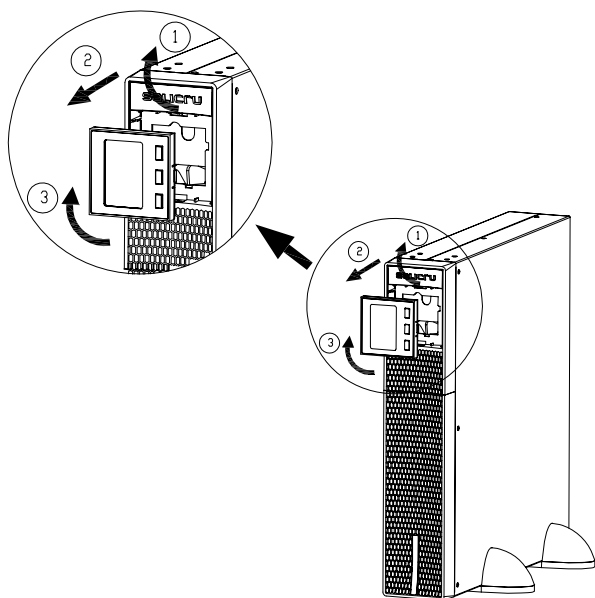

Fig. 9. Rotation du panneau de commande avec écran LCD sur la garniture avant en plastique.
Branchez le connecteur de l'une des extrémités du tuyau au connecteur correspondant du SPS.ADVANCE RT2 et celui de l'autre extrémité à celui du module de batteries (voir Fig. 9).
Branchez le câble de prise de terre fourni avec le tuyau aux points correspondants indiqués, sur borne ou vis (voir la Fig. 9).
- Dans la Fig. 9, la connexion d'un équipement de 3 kVA dans une isposition de type rack est montrée, avec deux modules de batteries. Pour un plus grand nombre, opérez d'une manière similaire à celles de l'illustration.